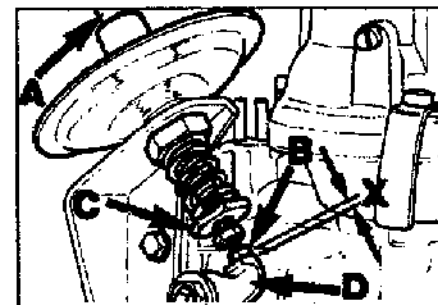

Рис.7 Регулировка вакуумного регулятора.
**2.6. Вакуумный регулятор (Рис.7).**
- а) Отсоединить вакуумный шланг (А, Рис.7). Проверить обороты.